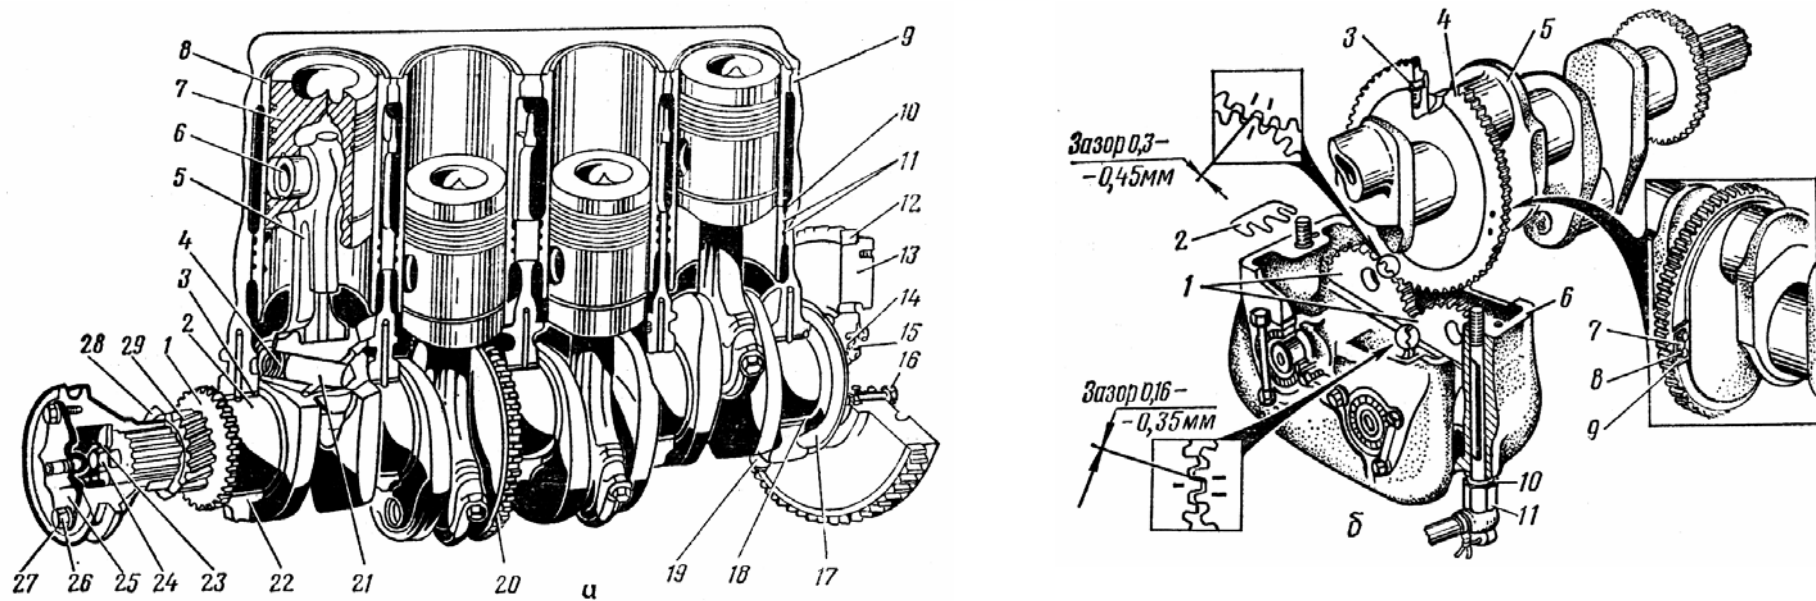

Рис. 1.7. Разрез двигателя А-41:
3. Уясните устройство поршня 7 (рис. 1.7, а). Запомните: нормальный зазор между юбкой поршня и гильзой должен быть 0,19...0,24 мм, допускается до 0,35 мм. Поршни, устанавливаемые на один двигатель, подбираются по массе, и разница в пределах комплекта не должна превышать 7 г. Рассмотрите поршневой палец и поршневые кольца. Запомните: комплект поршневых колец у двигателей А-41 и СМД-62 взаимозаменяем.
Рассмотрите устройство маховика, чем и как он закреплен на валу. Изучите устройство механизма уравнивания (рис. 1.7, б) и как он работает.